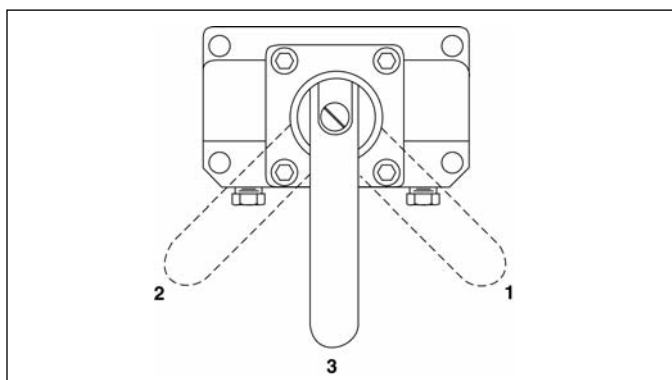

Figura 8
A válvula de controle da bomba direciona a saída do fluido hidráulico ou retorna dos componentes do sistema hidráulico. Estes modelos contem válvulas de 3-vias, 2-posicoes. As posições das válvulas são mostradas na Figura 8: 1 - Avançar, 3- Retrair. Para avançar o cilindro, mude a válvula para a posição de avanço (1) e pressione a chave pendente.
### Modelos PUJ 1400B/E e PUJ-1401B/E (Figura 8)